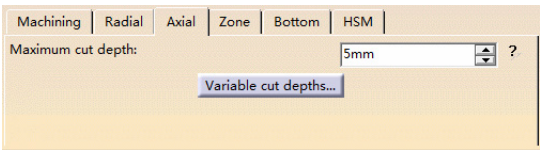

图 2-54 “Axial” 选项卡（1）
3) “Axial” 选项卡。如图 2-54 所示，该选项相关参数如下：